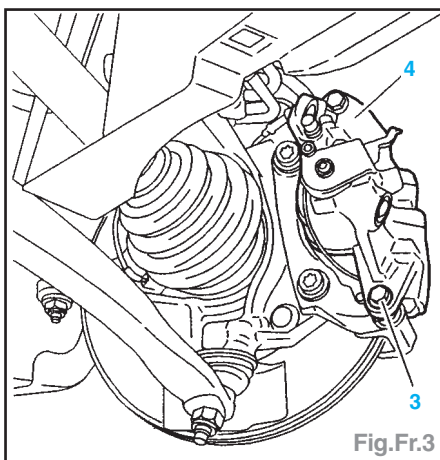

Fig.Fr.3
- Désaccoupler le câble de frein de parking (2) de l'étrier.
- Déposer la vis (3) (Fig.Fr.3).
- Ouvrir l'étrier (4).